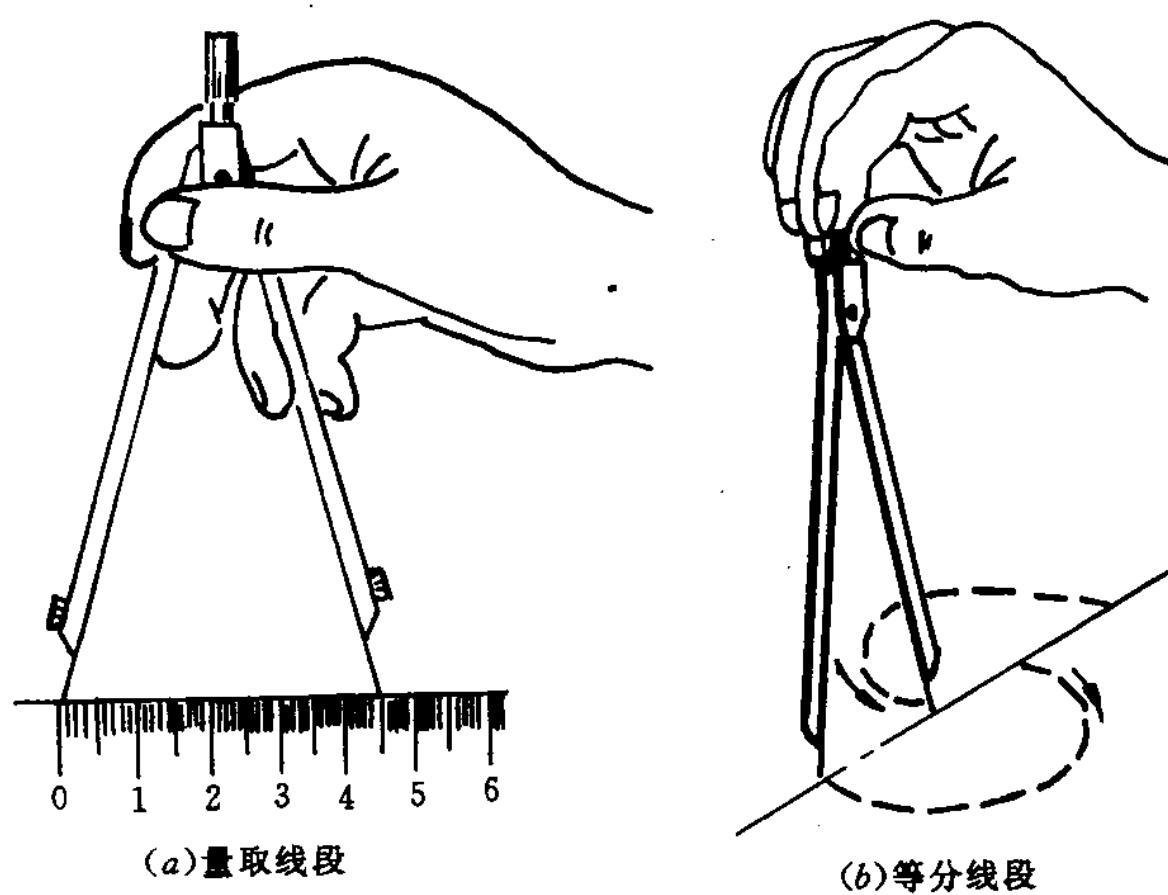

图 1-9 分规的用法
2. 分规 分规的用途：第一，在比例尺上用分规量取画图尺寸，第二，在直线上截取任意等长线段，第三，等分已知线段或圆弧。例如三等分圆弧AB，可用试分法先取分规两针尖的距离大小为圆弧段的三分之一，试分后差距为 $\Delta$ 则微调两针尖间距增大两针尖的距离后再进试分，如此试分几次即可成功，见图1-9。